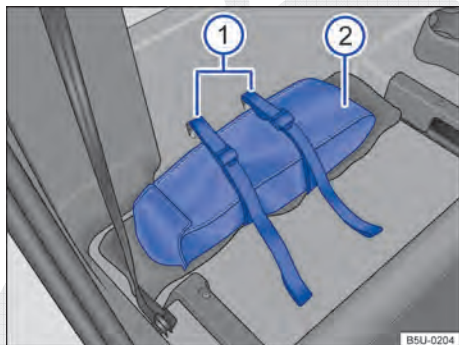

Fig. 158 Atrás do encosto do banco do passageiro: ② bolsa das ferramentas de bordo e ① cintas de fixação da bolsa das ferramentas de bordo.
- Posicionar a bolsa das ferramentas de bordo atrás do banco do passageiro, sobre o triângulo de segurança e através das cintas de fixação, conforme ⇒ Fig. 158.